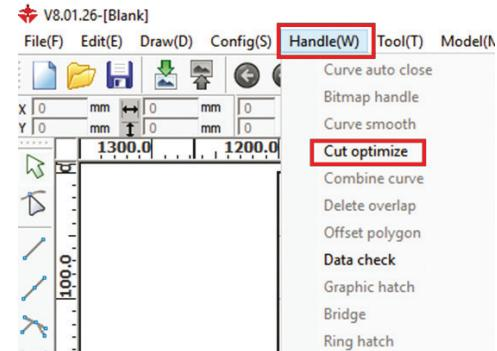

Рис. 8.7.1. Оптимизация траектории в RDWorks
5.0 (рис. 8.7.1-8.7.2). Затем нажмите “OK” и